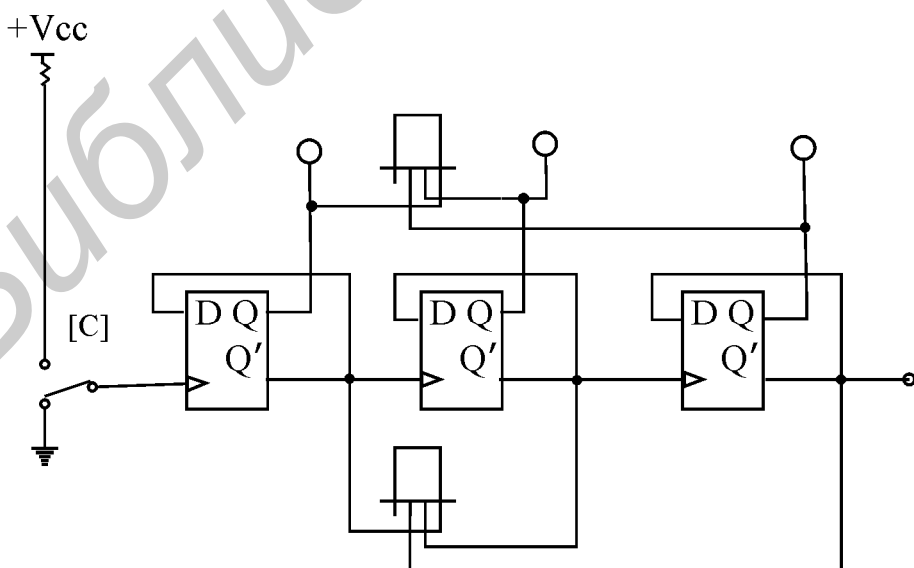

Рис. 3.17. Суммирующий счетчик
5.1. Соберите схему, изображенную на рис. 3.17. Включите схему.